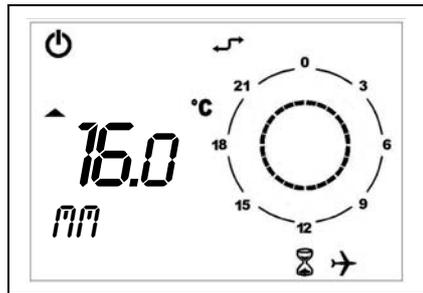

Figura 24
- Funzionamento **SPENTO TEMPORIZZATO (PROGRAMMA VACANZE)**: segnalato dalla compresenza dell'icona clessidra e dall'icona aereo (vedi Figura 24).
Per attivare il funzionamento automatico forzato è sufficiente premere i tasti **UP** o **DOWN** ed impostare la temperatura desiderata (nell'esempio 20°C). Sul display compariranno l'icona automatico e manuale (Figura 24).
- Durante l'intero periodo sul display sarà visibile il tempo rimanente (vedi Figura 24).